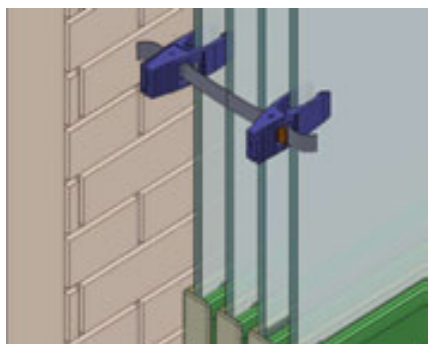

Figura A7
- Utilizaremos el otro extremo del “Kit Pinza Sujeción Hojas a Pared ”para sujetar la última hoja abierta y a continuación tensaremos para dejar todas las hojas bien sujetas. (figura A7).